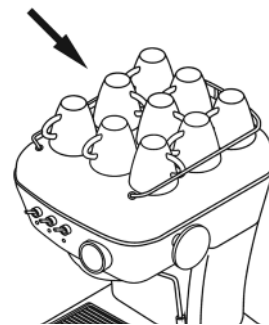

figure 6
3. Placez les tasses sur le chauffe-tasses **9**. La chaleur (température optimale 40 °C / 105 °F) améliore l'expresso. (voir fig. 6)